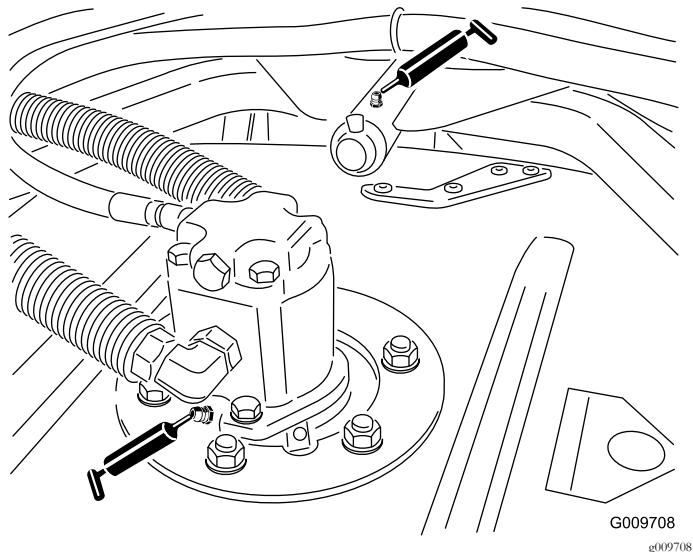

**Figure 37**
- Roulements de rouleau arrière (2 par plateau de coupe), comme montré à la Figure 37.